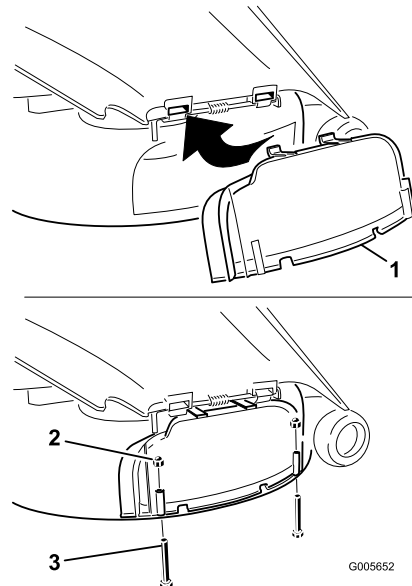

Bild 20
Öffnung und auf die untere Lippe des Mähwerks (Bild 20).
4. Befestigen Sie die Abdeckung des Auswurfkanals mit zwei Schrauben (1/4 x 2-1/2 Zoll) und zwei Kopfmuttern (1/4 Zoll) an der unteren Lippe des Mähwerks, siehe Bild 20.